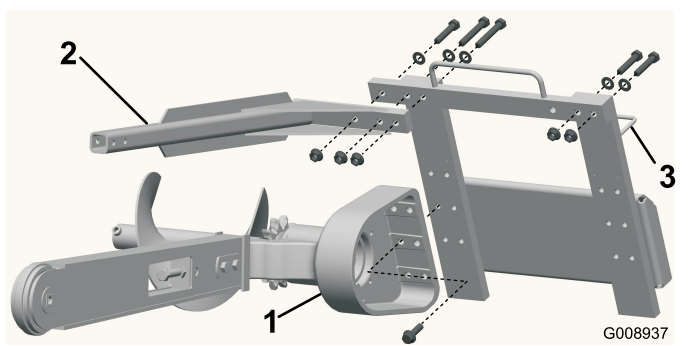

Figura 7
2. Retire los 6 pernos que fijan el cabezal de la zanjadora al bastidor (Figura 7).
4. Fije el cabezal al bastidor con los 6 pernos que retiró anteriormente (Figura 7).
6. Retire los 3 pernos, las arandelas y las tuercas de la barra de seguridad y retire la barra (Figura 7).
7. Retire los 2 pernos cortos, las arandelas y las tuercas que fijan el lado derecho del bastidor superior y muévalos a los taladros correspondientes de la izquierda (Figura 7).
8. Instale la barra de seguridad sobre la cadena de la zanjadora usando los 3 pernos, las arandelas y las tuercas que retiró anteriormente (Figura 7).
10. Mueva las mangueras desde la guía que está encima de la zanjadora hasta la guía del lado izquierdo (Figura 7).